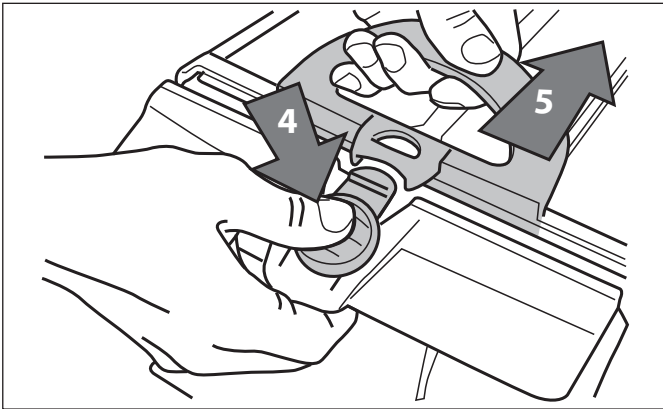

Figura 22. Abra el ensamble del filtro
7. Pulse el botón de liberación rápida del ensamble del porta filtro (4) y jale el ensamble del filtro (5). Vea la Figura 22.